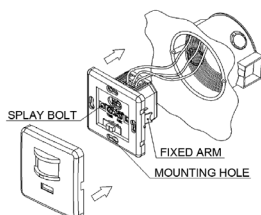

Fig.2
- Si vous voulez l'installer sur une boîte de montage ronde, placez la sonde dans le trou et serrez la vis correspondant aux pattes de fixation dans les deux côtés (fig. 2). Si vous voulez l'installer dans une boîte